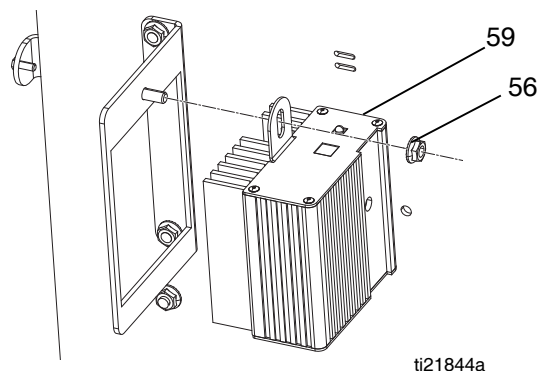
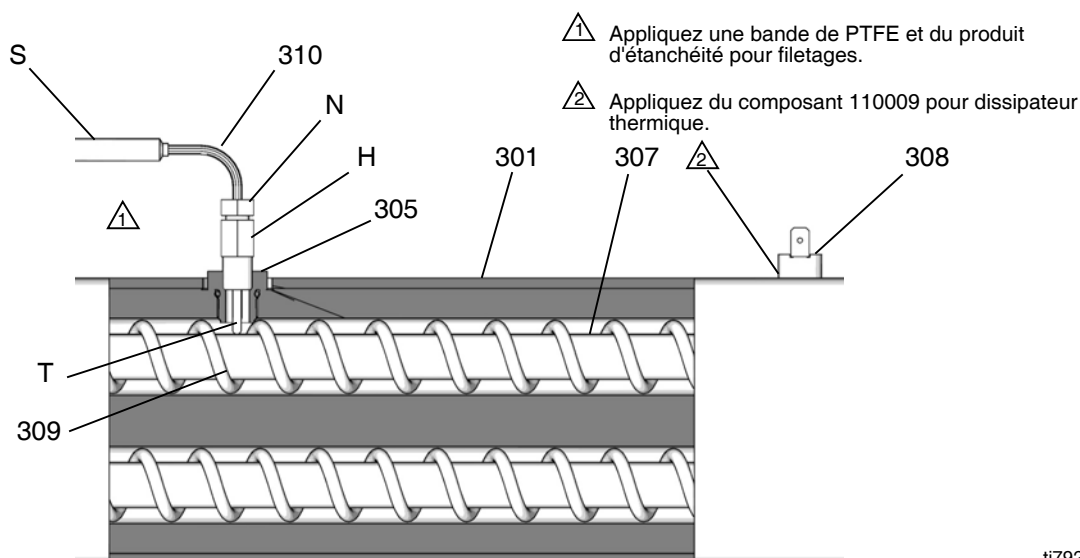

FIG. 13
FIG. 16 Thermocouple
3. Retirez la protection du réchauffeur (90) et le couvercle du boîtier électronique (55). Consultez la section FIG. 13, page 46.
4. Desserrez ou retirez les organes de serrage du support de montage du module de commande (56). Déplacez le module de commande vers le haut et vers le bas pour accéder au thermocouple.
7. Consultez FIG. 16. Desserrez l'écrou de la virole (N). Retirez le thermocouple (310) du boîtier du réchauffeur (301), puis retirez le boîtier du thermocouple (H). Ne pas retirer l'adaptateur du thermocouple (305) sauf si nécessaire. Si l'adaptateur doit être retiré, assurez-vous que le mélangeur (309) n'est pas sur le trajet pour remettre l'adaptateur en place.
8. Remplacez le thermocouple, FIG. 16.
- a. Retirez le ruban de protection de la pointe du thermocouple (T).
- b. Appliquez un ruban PTFE et de la colle à filetage sur le filetage mâle et visser le boîtier du thermocouple (H) sur l'adaptateur (305).
- c. Enfoncez le thermocouple (310) de sorte que la buse (T) soit en contact avec l'élément chauffant (307).
- d. En maintenant le thermocouple (T) contre l'élément chauffant, serrez l'écrou de la virole (N) de 1/4 de tour de plus.
9. Introduisez les fils (S) dans le chariot et vissez-les sur le faisceau comme auparavant. Rebranchez les fils sur la carte.
10. Remettez la protection du réchauffeur en place (90) ainsi que le couvercle du boîtier électronique (55). Consultez la section FIG. 13, page 46.
11. Mettez les réchauffeurs ISO et RES en marche simultanément à titre d'essai. Les températures doivent augmenter de façon égale. Si un réchauffeur affiche une température basse, desserrez l'écrou de virole (N) et serrez le boîtier du thermocouple (H) pour que la buse du thermocouple (T) soit bien au contact de l'élément (307).
4. Débranchez un fil de sortie du limiteur de température (308), section FIG. 16, page 49. Contrôlez la résistance du limiteur avec un ohmmètre. La résistance doit être d'env. 0 ohm.
5. Si le résultat du contrôle du limiteur n'est pas bon, retirez les fils et les vis. Jetez le limiteur de température défectueux. Appliquez le dissipateur thermique, montez le nouveau limiteur au même endroit sur le boîtier (301) et fixez avec les vis (311). Raccordez de nouveau les fils.